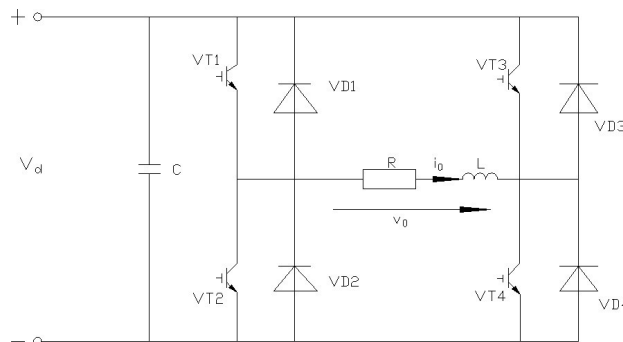

Figura 4-1 Inversor de puente completo de tipo tensión
(1) Circuito inversor de puente completo de tipo voltaje El inversor de puente completo de tipo voltaje se muestra en la Figura 4-1. Su circuito tiene las siguientes características:
- (A) El lado de CC es una fuente de voltaje o un capacitor grande en paralelo.
- (B) El voltaje de salida es rectangular.
- (C) Las cargas inductivas deben proporcionar potencia reactiva.